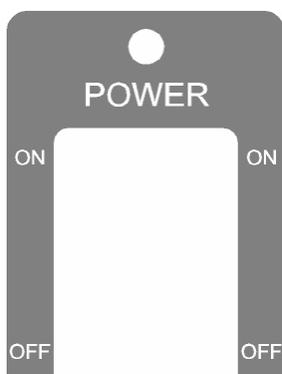

Рис. 3-5: Индикатор "ON" - "OFF"
- Переведите тумблер на рукоятке блока питания и усиления в положение "OFF" [ВЫКЛ.] (нижнее положение на рукоятке, см. рис. 3-5). Усилитель отключен и не потребляет электроэнергию.
- Переведите тумблер в положение "ON" [ВКЛ.] (верхнее положение, см. рис. 3-5). Усилитель подключен.
- Переведите тумблер в положение "ON" (см. рис. 3-5). Переключение между "Пассивным" и "Активным" режимами теперь также можно производить путем включения/выключения внешнего питания (дистанционное управление), поскольку разъем для внешнего питания размыкает сеть батареек.
- После удаления разъема внешнего питания переключите тумблер на рукоятке в положение "OFF" (см. рис. 3-5). Если это сделано, то антенная электроника и усилитель будут непрерывно получать питание от батареек.